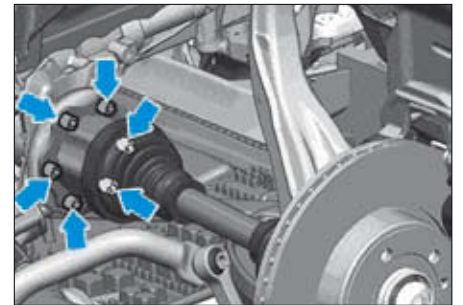

FIG. 18
- Déposer les vis (flèches) des arbres de transmission droit et gauche sur les arbres de sortie de boîte de vitesses (Fig.18).